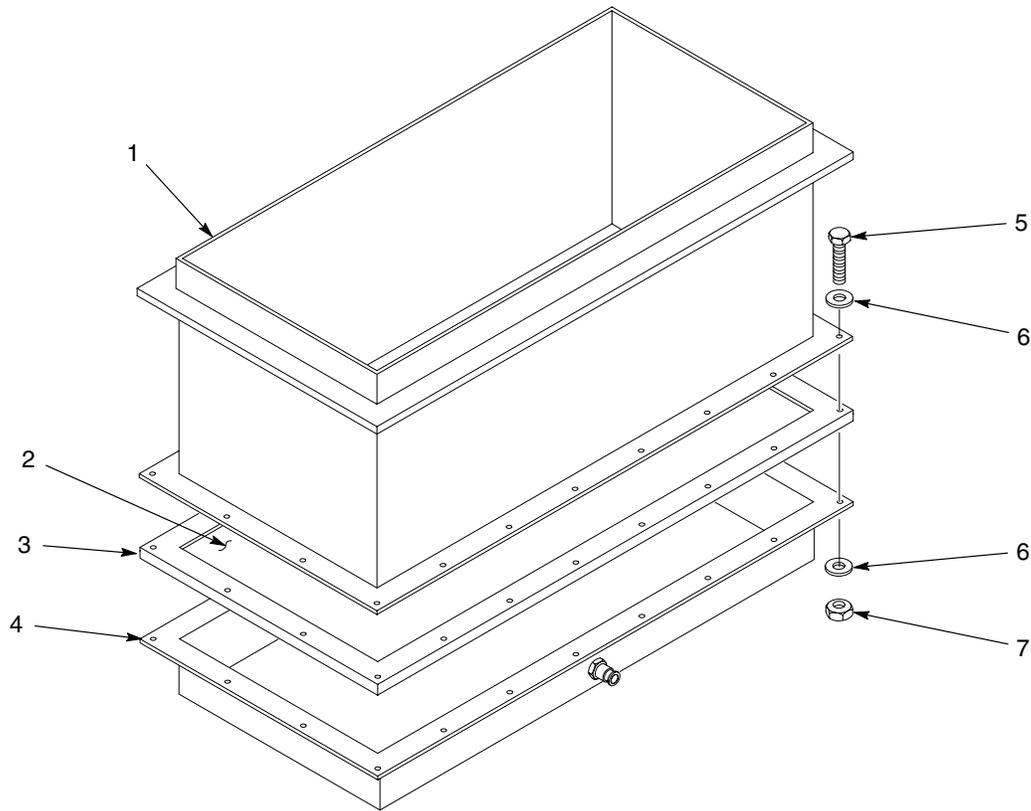

Figura 8-13 -Sustitución de la placa de fluidificación de la tolva de alimentación de 75 lb
2. Ver la figura 8-13. Extraer los tornillos (5), las arandelas de bloqueo (6) y las tuercas (7) que fijan el cuerpo (1) a la cámara de aire (4). Elevar el cuerpo con respecto a la cámara de aire.
3. Extraer y desechar la placa de fluidificación antigua (2) y la junta obturadora en U (3).